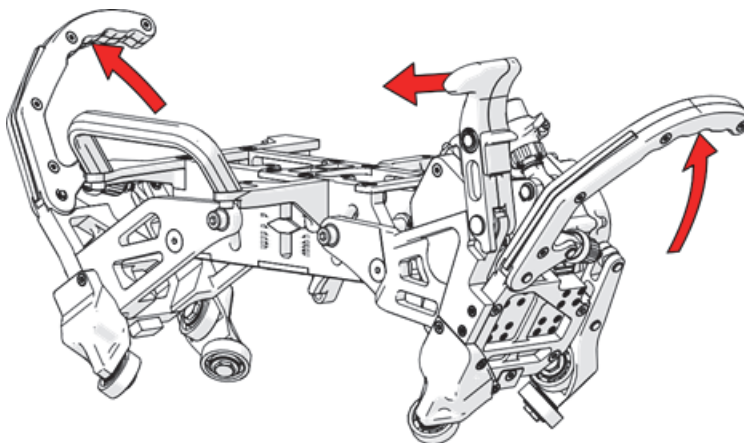

Figura 2-24 Desenganche de las abrazaderas de banda y la empuñadura de enganche de motor
1. Desenganche las abrazaderas de banda y la empuñadura de enganche de motor (ver Figura 2-24 en la página 105).